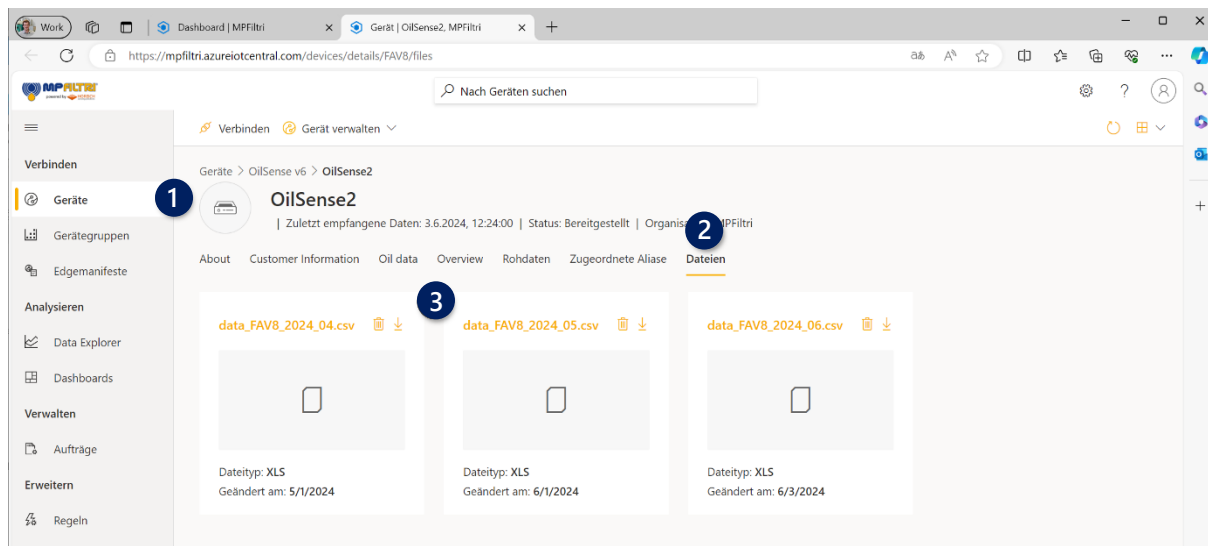

Abbildung 20: Download von Daten aus der Web-Applikation MP Smart Fluid
Neben einer Kurzzeitspeicherung von 30 Tagen, können Langzeitdaten als monatlich abgelegte csv-Datei oder abgelegte *MP Fluid Analytics* Laborberichte im pdf-Format (optional) heruntergeladen werden. Der Zugriff auf das Messdatenarchiv kann sowohl über die Download-Kachel auf dem Dashboard als auch über das Navigationsmenü auf der linken Seite erfolgen. Navigieren Sie hierzu über den Menüpunkt *Geräte* (1) in die Geräteübersicht (siehe Abbildung 20) und klicken auf das Gerät, von welchem Sie die Daten herunterladen möchten. Wenn nicht bereits ausgewählt, klicken Sie auf den Reiter *Dateien* (2) und Sie erhalten eine Übersicht der Messdaten sortiert nach Monaten. Zum Download klicken Sie auf das Pfeilsymbol neben dem Dateinamen des jeweiligen Datensatzes. Zum Löschen einer Archivdatei nutzen Sie bitte das Mülleimersymbol daneben.